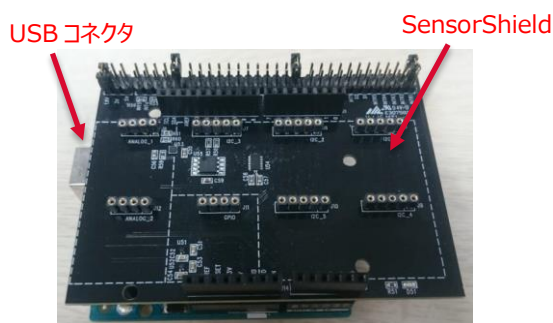

図 1 Arduino と SensorShield の接続
1. Arduino と SensorShield の接続 (図 1)